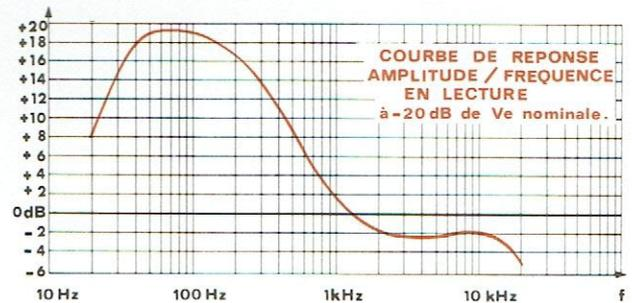

Fig. 16
- Régler le niveau de sortie du générateur pour obtenir au point de lecture une tension $V_s = 300 \text{ mV}$ ce qui correspond au niveau de référence 0 dB de la figure 16 et à -20 dB du niveau nominal.